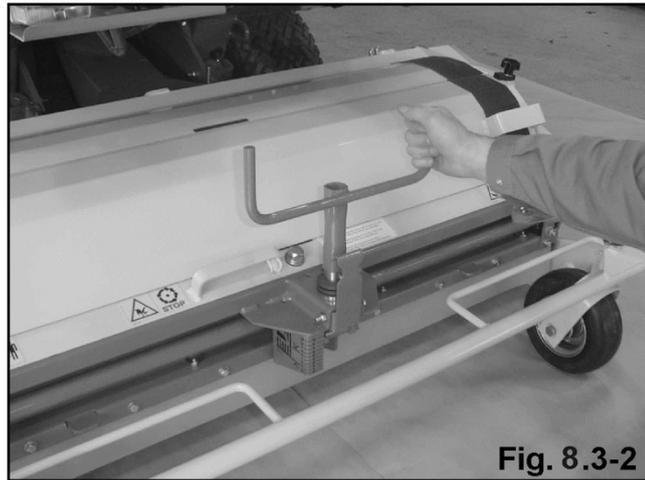

Fig. 8.3-2
- Turn the lever (Fig. 8.3-2).